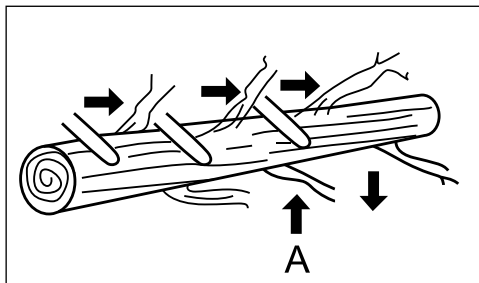

Рис. 8
- открутите крышку масляного бачка 1 и слейте через маслосливную горловину 2 цепное масло (рис. 8);
Обрезка ветвей производится с поваленного дерева. Не отрезайте ветки, поддерживающие ствол и не позволяющие ему скатиться (А, рис. 8), пока не распилите ствол.